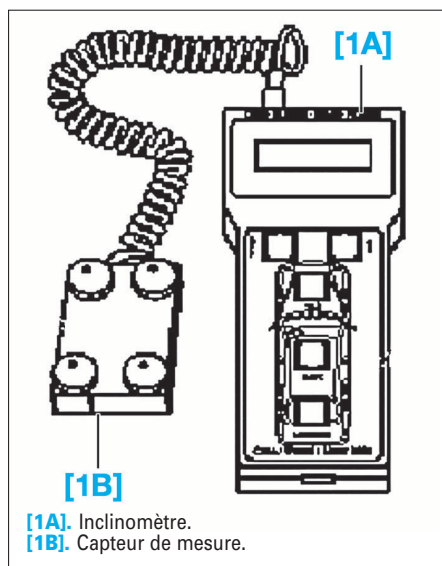

FIG. 1
- Contrôler le niveau du véhicule sur l'essieu avant et sur l'essieu arrière à l'aide de l'inclinomètre (Fig.1).